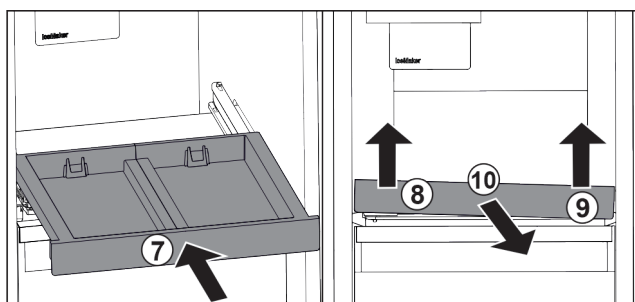

Fig. 27
- Empuje la balda extraíble. Fig. 27 (7)
- Levante la balda extraíble delantera izquierda. Fig. 27 (8)
- Levante la balda extraíble delantera derecha. Fig. 27 (9)
- Saque la balda extraíble de la parte delantera. Fig. 27 (10)